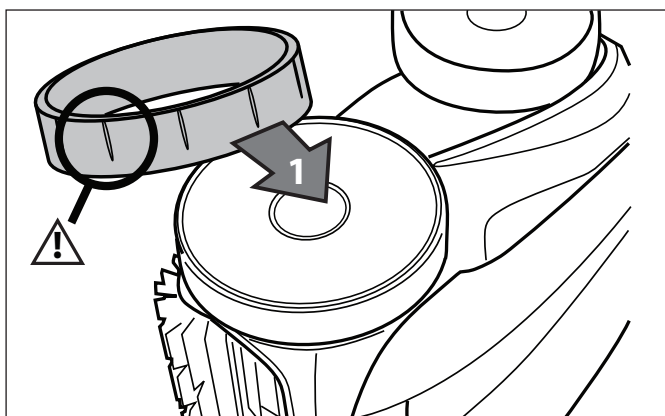

Figure 34. Sens pour remettre un pneu
3. Pour remplacer le pneu, placer le pneu sur la roue et l'orienter de sorte que les rainures soient du côté externe de la roue. Se référer à la Figure 34.